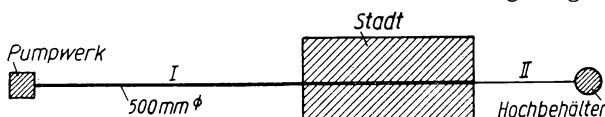

Bild 8
31. Das Pumpwerk für die Wasserversorgung einer Stadt liefert stündlich 580 m^3 Wasser in gleichmäßiger Arbeit durch die 500 mm weite Rohrleitung I (Bild 8) zur Stadt. Jenseits derselben ist ein auf dem Berge angeordneter Hoch-